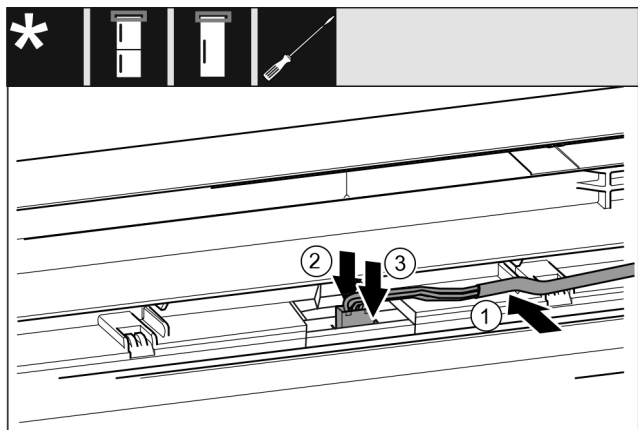

Fig. 33
- ▶ Sivi kabel namestite v vodilo v zgornjih vratih. Fig. 33 (1)
- ▶ Zaskočni nastavek potisnite nazaj. Fig. 33 (2)
- ▶ Zataknete vtič. Fig. 33 (3)